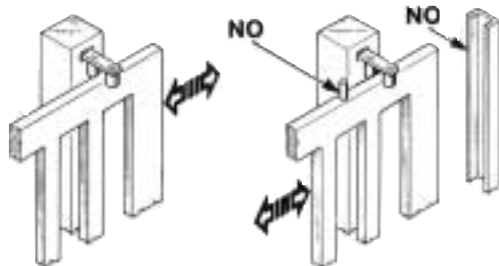

Abb. 3
Die Torsäulen müssen oben Vorrichtungen gegen ein Entgleisen besitzen (Abb. 3), um unfreiwilliges Aushaken zu vermeiden.
**ANMERKUNG:** Die in Abb. 3 beschriebenen mechanischen Anschläge entfernen.